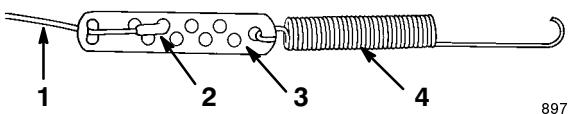

Figure 4
- Accrochez le ressort au trou rond à l'extrémité du dispositif de réglage du câble (Fig. 4).
- Fixez l'extrémité du câble au dispositif de réglage comme indiqué à la Figure 4.